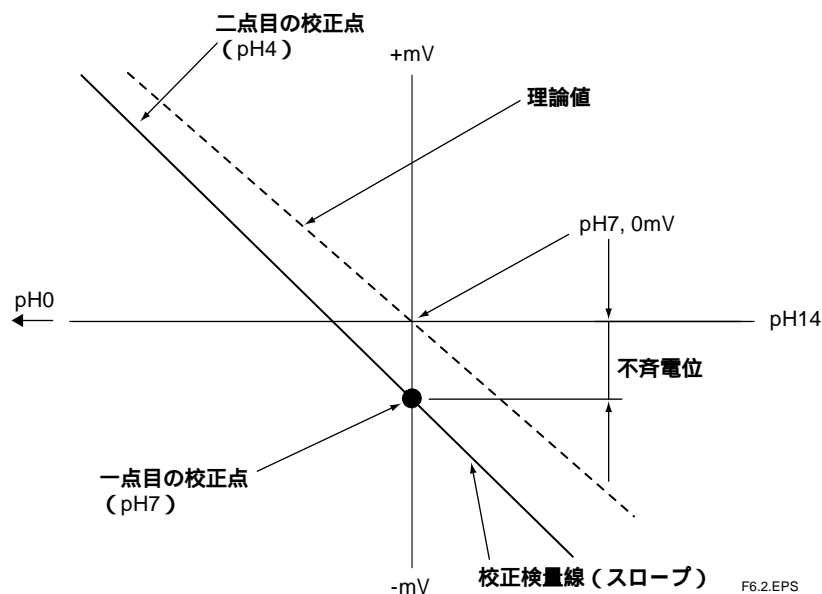

図6.2
- 2) EXA PH100 pH変換器が2種類の標準液を用いて自動校正を行う場合（自動2点校正）pH 4, pH 7, pH 9 の標準液を2種類使用して，校正検量線が，1点目と2点目の2つの校正点を通るように不斉電位とスロープの調整を行います。（図6.2 参照）